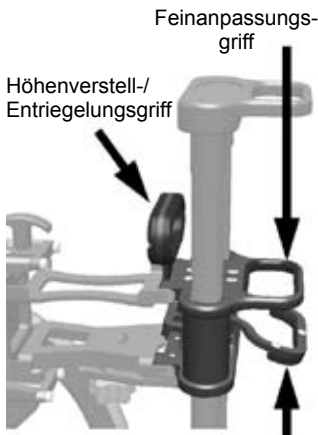

Abb. 10
- Die Sitzhöhe mit dem Höhenverstell-/Entriegelungsgriff oder dem Feinanpassungsgriff (Abb. 10) auf 1 Zoll (2,5 cm) über der gemessenen Schritthöhe einstellen.
- **Zum Anheben des Sitzes** mit der Feinanpassung die Hand durch den Feinanpassungsgriff führen und den unteren Teil des Griffs nach oben ziehen (Abb. 10). Mit jedem Zusammendrücken des Feinanpassungsgriffs wird der Sitz um einen halben Zoll (1,3 cm) angehoben.
- **Um den Sitz abzusenken**, einfach den Höhenverstell-/Entriegelungsgriff leicht nach unten drücken (Abb. 10). Zum Absenken des Sitzes an der Aufnahmesäule ist nur ein minimaler Kraftaufwand nötig. **Den Sitz nicht zu kraftvoll nach unten drücken.** Sobald der Höhenverstell-/Entriegelungsgriff nicht weiter nach unten gedrückt wird, verbleibt der Sitz auf der aktuellen Höhe. (Der Sitz kann nicht abgesenkt werden, wenn er mit Gewicht belastet ist.)